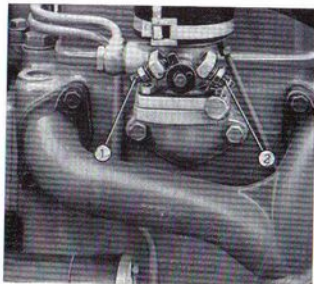

FIG. 31. — Vis de réglage du régime du moteur
■ 1 - RÉGLAGE DU RALENTI (fig. 31)